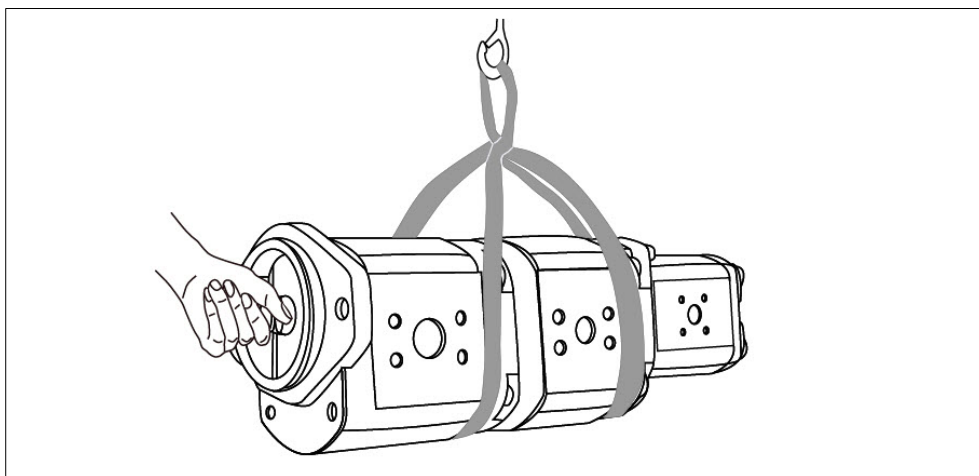

Рис. 5. Транспортировка при помощи стропа
- ▶ Закрепите шестеренный агрегат с внешним зацеплением так, чтобы строп не проходил через монтируемые части (например, клапаны) и агрегат не был подвешен за монтируемые части (см. рис. 5).